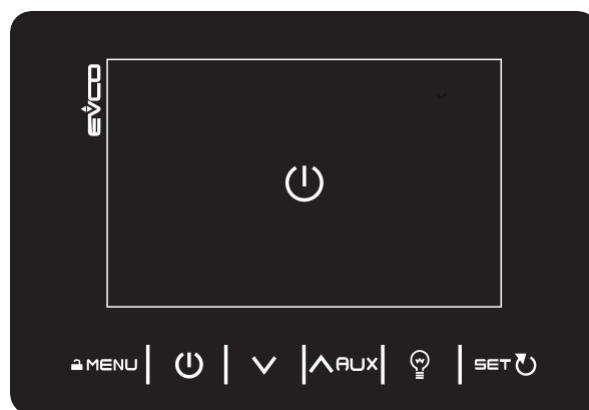

Fig. 11. Visualizzazione controllore in spegnimento
**NOTA:** il display per alcuni secondi, visualizzerà l'icona  come da "Fig. 11. Visualizzazione controllore in spegnimento" a pagina 19 per poi spegnersi. Alla pressione di uno dei tasti si visualizza l'icona .